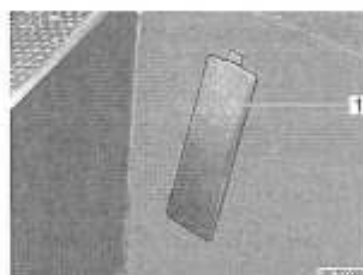

Fig. 213 Cache numéro de châssis (véhicule porteur Fiat)
- ▷ Le numéro de châssis se trouve derrière un cache (Fig. 213,1) dans la zone d'entrée, côté passager sur les véhicules porteurs Fiat.